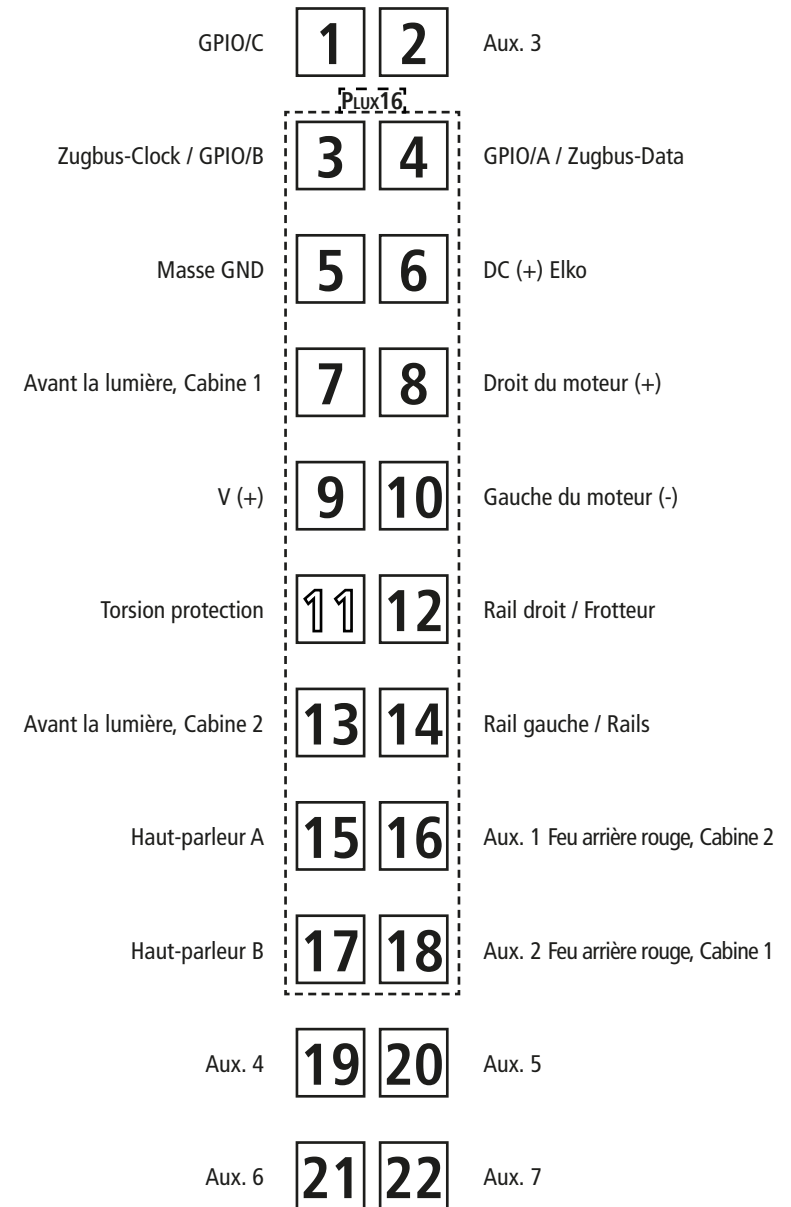

Fig. 6
1. Nettoyage des lames de courant aux roues: Les lames de contacts risquent de s'encrasser rapidement sur des voies poussiéreuses. Veuillez **enlever la poussière** aux endroits marqués à la fig. 6 à l'aide d'un petit pinceau souple.
3. Échange des bandages d'adhérence: Dé- montez d'abord <<DG od. GD F>> des en-grenages (fig. 5). Délogez ensuite les essieux ban-dagées et enlevez, à l'aide d'une aiguille ou d'un tourne-vis fin, les bandages d'adhérence (fig. 6+7). Lors du montage des nouveaux bandages veuillez veiller à ce que les bandages **ne soient pas tor-dués**.